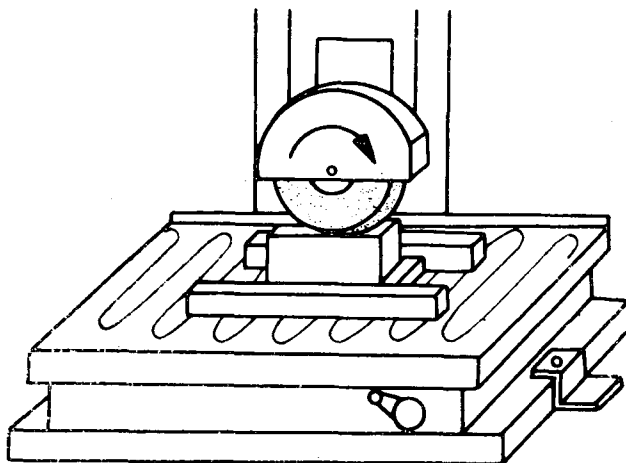

Fig. 1
1) Coloque calços laterais no caso das peças terem pouca superfície de apoio (fig. 1).